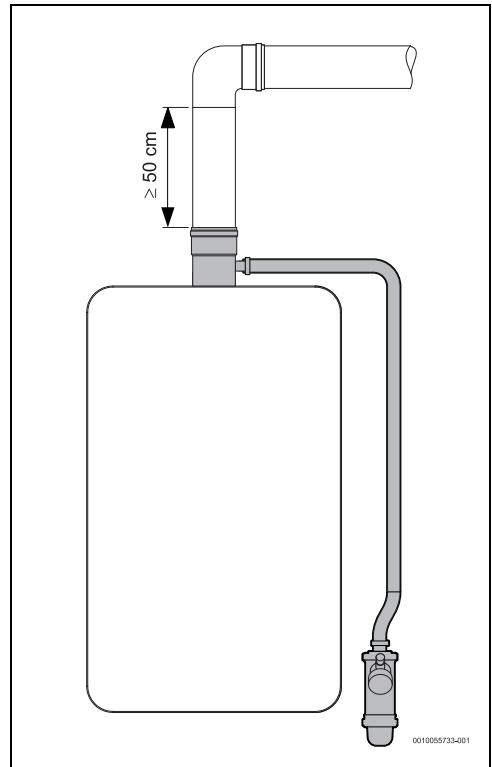

Fig. 17 Sifone per la condensa (condotto orizzontale)
- la lunghezza del primo tratto del condotto è verticale e superiore a 50 cm (Fig. 17).